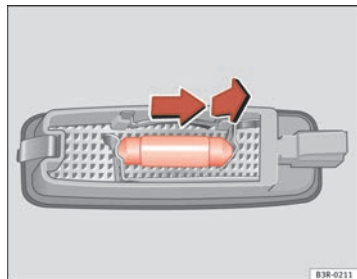

Fig. 242 Desmontaje luz del parasol
- Retire la lámpara, moviéndola en el sentido de la flecha y hacia afuera ⇒ fig. 242. ■